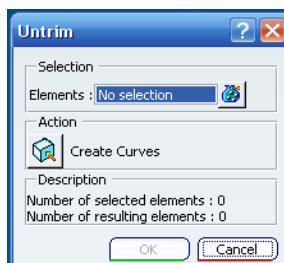

Ilustración 447: Definición de Utrim.
**Untrim, Surface or curve (Invierte la operación Recorta).** Se selecciona una superficie que anteriormente haya sido recortada, y de la que se quiere recuperar su forma original. Se activa la operación *Untrim*, aparece una ventana como la de la Ilustración 447, que indicará los elementos que han sido seleccionados y el número de elementos que serán recuperados.